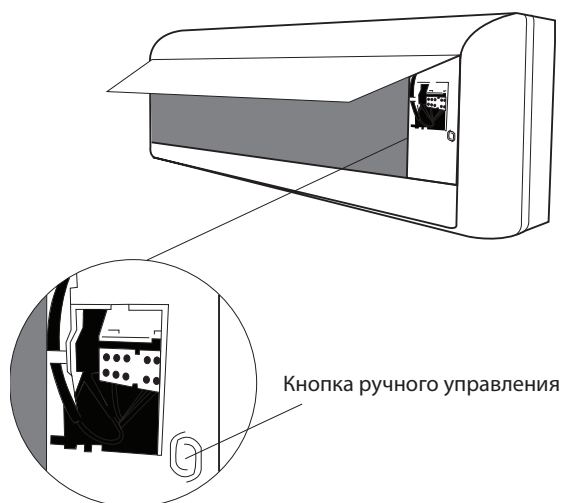

Рис. 8.1
2. Кнопка **MANUAL CONTROL** находится в правой части блока. Чтобы выбрать функцию COOL, нажмите кнопку два раза. См. **рис. 8.1**.